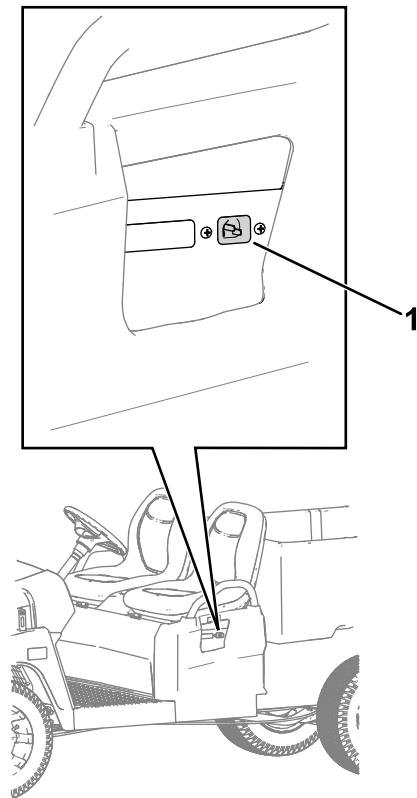

Bild 28
1. Stecken Sie das Stromversorgungskabel in die Ladebuchse des Fahrzeugs ein (Bild 28).